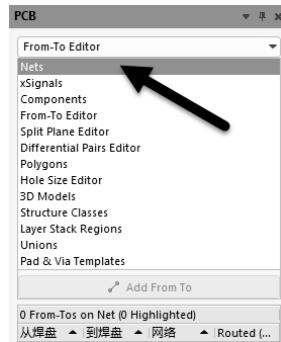

图 10-76 选择“Nets”
(2) 在 PCB 对象编辑窗口中，请选择“Nets”，不要选择“From-To Editor”或者其他选项，如图 10-76 所示。